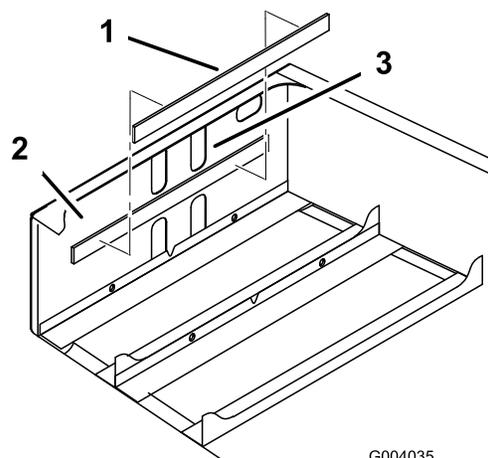

図 10
3. 図 10に示すように、バッテリー・パッドの裏面についている接着シートをはがし、パッドを後フレーム前部の内側に貼り付ける。
**注** パッドは、フレーム前部についている上の穴（2つ並んでいる）の下から約6 mm 下に取り付けてください（図 10）。